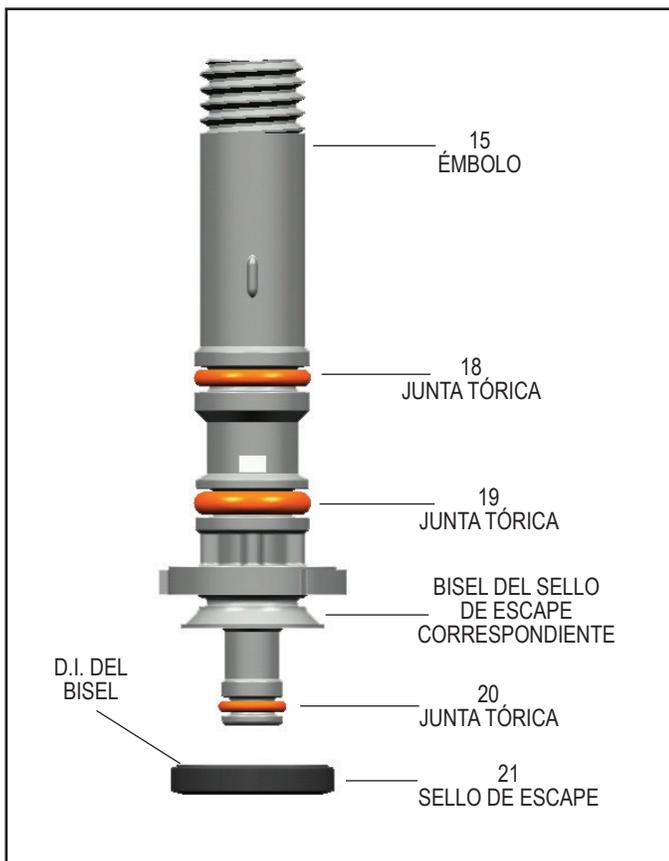

FIGURA 7 - ÉMBOLO Y SELLO DE ESCAPE
1. Instale las juntas tóricas (18,19, y 20) y el sello de escape (21) en los vástagos de los émbolos (15).
PRECAUCIÓN: El sello de escape (21) deberá instalarse para que la superficie biselada concuerde con la superficie biselada del émbolo (figura 7).
2. Instale la junta tórica (16) en el carrete guía (14). Instale el conjunto del carrete guía sobre el extremo roscado del émbolo (15) y presione firmemente hacia abajo hasta que haga contacto con la brida del émbolo.